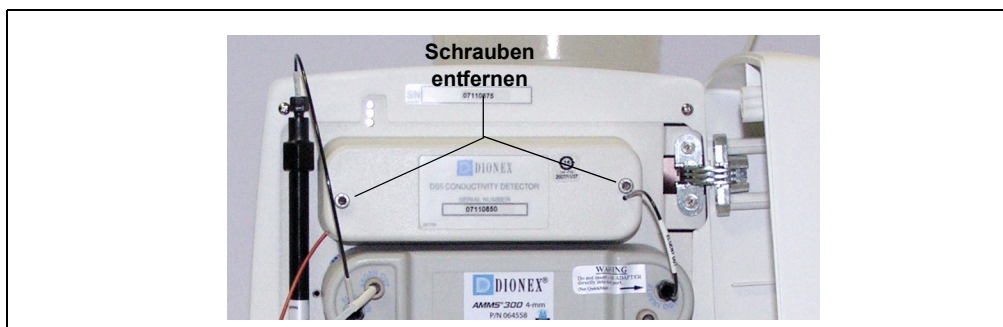

Abbildung 5-4. Interne Komponenten des ICS-900 Entfernen des Gehäuses der Leitfähigkeitsmesszelle
1. Entfernen Sie mit einem Innensechskantschlüssel die beiden Schrauben, mit denen das Gehäuse der Leitfähigkeitsmesszelle an der Montageplatte im ICS-900 befestigt ist (siehe Abbildung 5-4). Bewahren Sie die Schrauben auf.